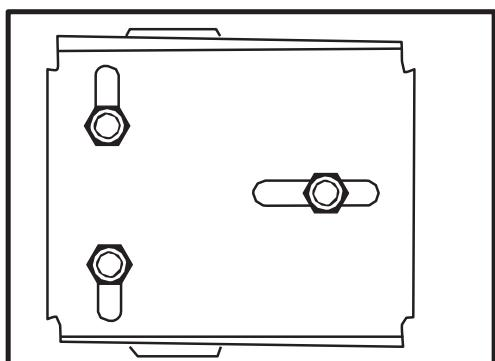

図 1:ハンドル固定アセンブリ
A. ハンドル:ねじ付きブレーキアセンブリシャフトにハンドル(図1の5)を挿入します。ブレーキパッドにハンドルが接触するようにねじで装着します。
B. ハンドル固定アセンブリ:ボルト(図1の1)に、平ワッシャ(図1の2)、スペーサー(図1の3)、ばね(図1の4、スペーサーに被せる)を装着します。図1を再度チェックし、組み立て順序が正しいことを確認します。図1で組み立てた固定部品をボルトに装着した状態で、ブレーキシャフトのねじの先端にボルトを挿入し、しっかりと締め付けて固定します。